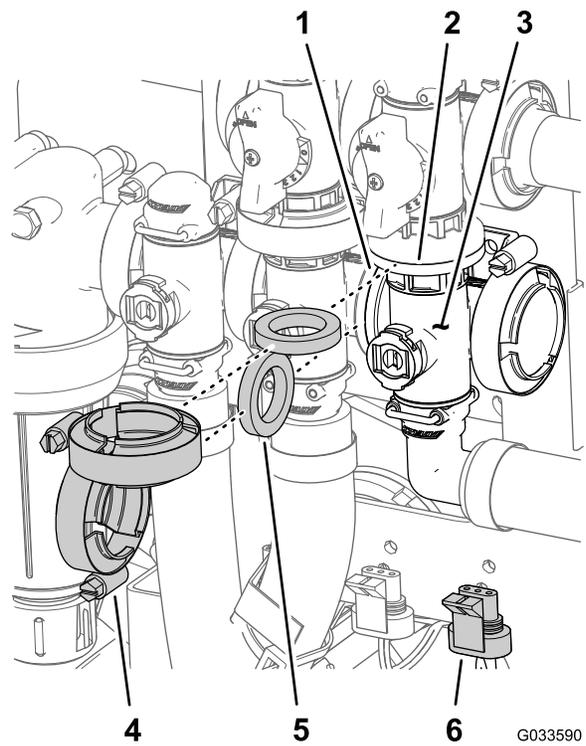

Figure 117
- Retirez les colliers à bride et les joints qui fixent le collecteur de la vanne générale des rampes (Figure 117) à la vanne de dérivation de la vanne générale, la vanne d'agitation et le raccord coudé à bride à 90° (au bout du flexible du débitmètre).